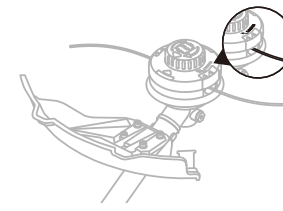

Fig. 8B
2. Inserte el hilo de corte en el ojal marcado "ENTRADA DE LÍNEA" en la bobina. (Fig.8B)